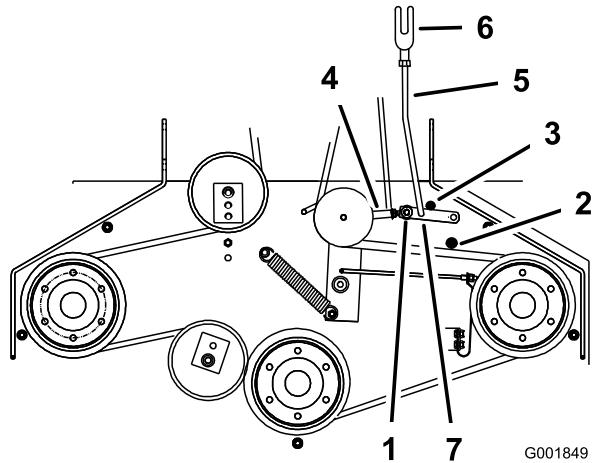

Figure 57
5. Vérifiez que le bras d'assistance est en appui contre la butée arrière sur le tablier (Figure 57).
7. Le bras d'assistance doit toucher la buté avant sur le plancher. Dans le cas contraire, réglez le levier coulé pour le rapprocher du renfort (Figure 57).
8. Pour ajuster la biellette du bras d'assistance, enlevez la goupille fendue du bras d'assistance (Figure 57).
11. Installez la biellette dans le bras d'assistance et fixez-la avec la goupille fendue (Figure 57).